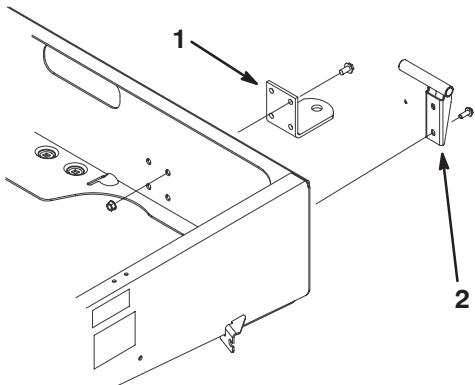

Figure 7
2. Placez la patte de remorquage en face des trous de montage sur le châssis. Fixez la patte d'attelage en position avec les vis et écrous (Fig. 7).